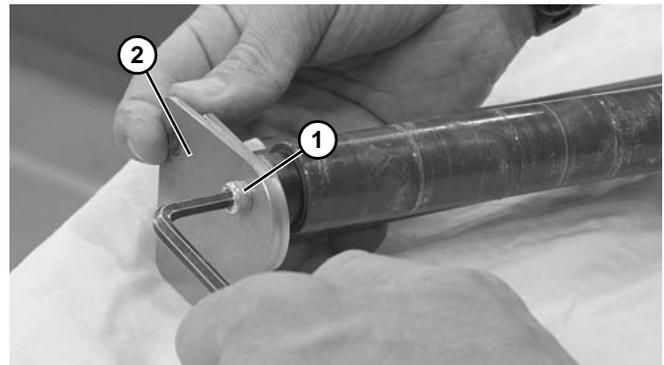

Abbildung 59
3. Schraube (**Abbildung 59, Teil 1**) und Kopfplatte (**Abbildung 59, Teil 2**) abbauen.